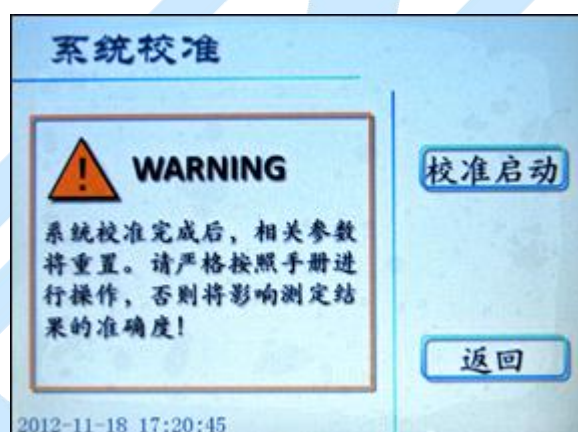

图 11 系统校准页面
7. 在图 10 页面下，按 **系统校准** 键进入系统校准页面如图 11。